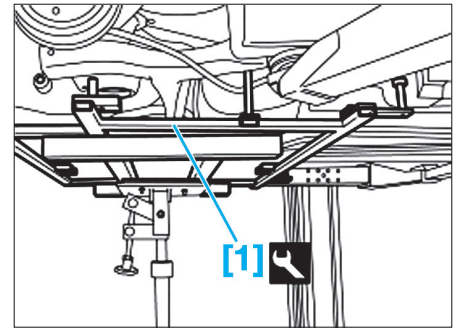

Fig. 36
- Libérer les câbles du frein à main de leurs attaches (7) sur l'essieu arrière.
- Déconnecter les capteurs de vitesse des roues arrière (8).
- A l'aide de l'outil [1], réaliser un montage de soutien sous l'essieu arrière (Fig.36).